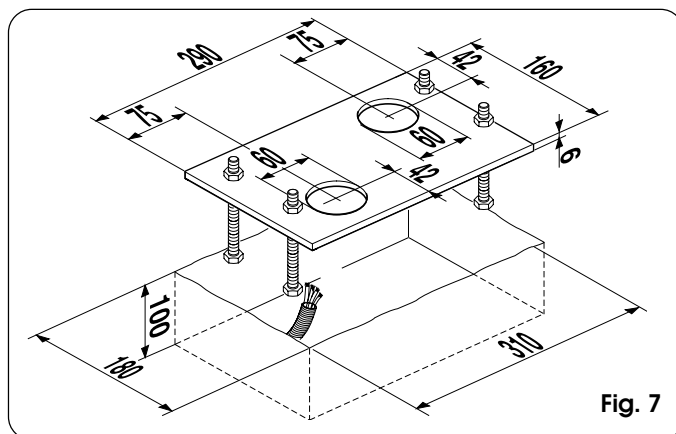

Fig. 7
- 3) Eseguire un plinto di fondazione come da Fig.7 e murare la piastra di fondazione prevedendo una o più guaine per il passaggio dei cavi elettrici. Verificare la perfetta orizzontalità della piastra con una livella. Attendere che il cemento faccia presa.